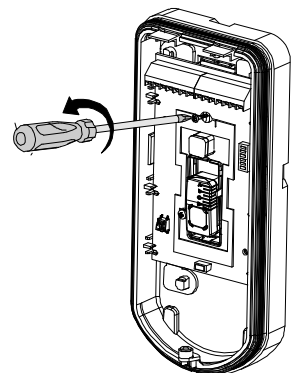

Figura 10
- Utilizzare un cacciavite per svitare la vite di blocco (vedi Figura 10).